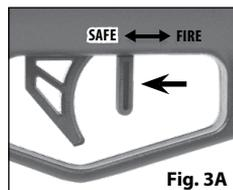

Fig. 3A
2. A trava de segurança encontra-se na posição "SEGURO" (SAFE) e a espingarda de ar encontra-se na posição TRAVADA ("ON SAFE") quando a alavanca da trava de segurança estiver na posição traseira, "Segura" (Safe) (perto do gatilho), e não puder ser deslocada mais para trás (Fig. 3A).